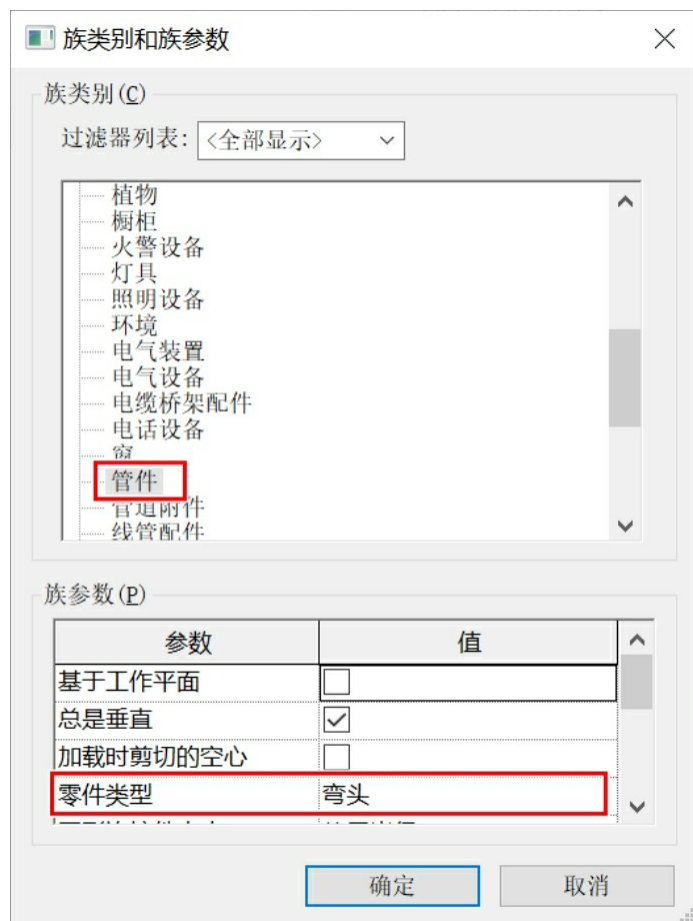

图7-266
(5) 两个连接件都把参数关联，半径分别关联管道半径一和管道半径二，角度全部关联角度参数。在族类别和族参数中进行如图7-266所示设置，然后保存。制作完成。